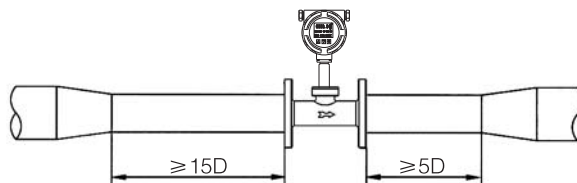

图5
b). 缩管的安装：对于大管径小流量须缩管安装，流量计前直管段应 $\geq 15D$ 的等径直管段，后直管段应 $\geq 5D$ 的等径直管段如图5